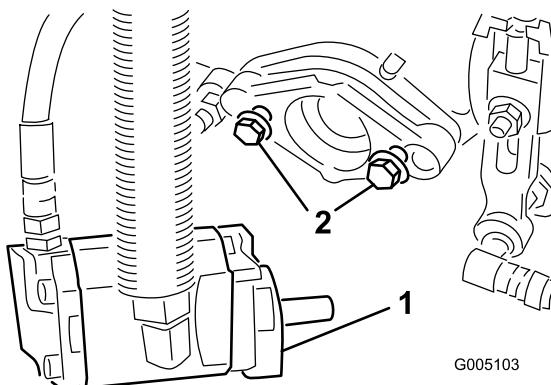

Figure 11
- Assemblez les boulons de fixation (fournis avec le plateau de coupe) pour le moteur d'entraînement de cylindre sur chaque plateau de coupe. Laissez dépasser approximativement 13 mm du filetage sur chaque boulon de fixation (Figure 11).
- Resserrez les boulons de montage (Figure 11).